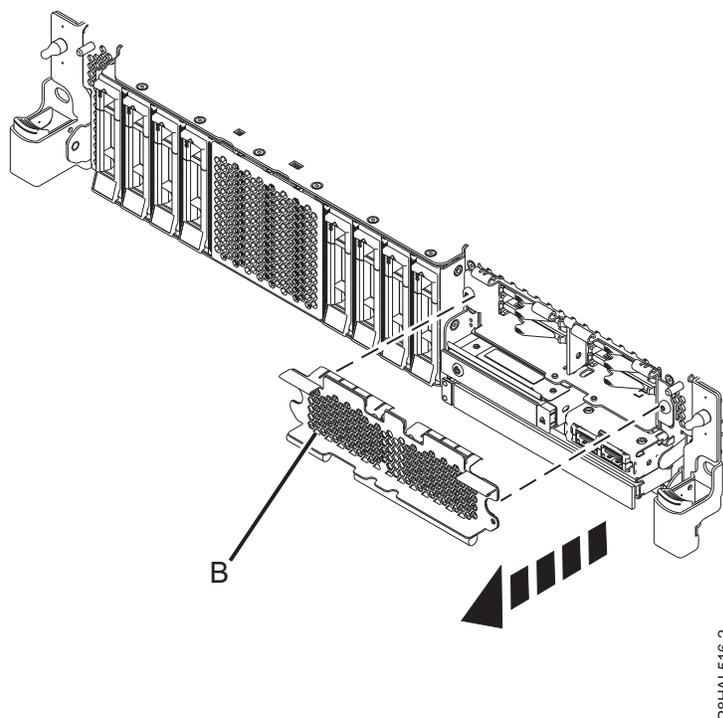

Figura 64. Remover a tampa da estrutura da unidade SSD para aceder às ranhuras de unidade SSD num sistema de função expandida
12. Para aceder às ranhuras SSD, remova a placa perfurada (B) que está a cobrir a estrutura de SSD, tal como é demonstrado em Figura 64 na página 70.